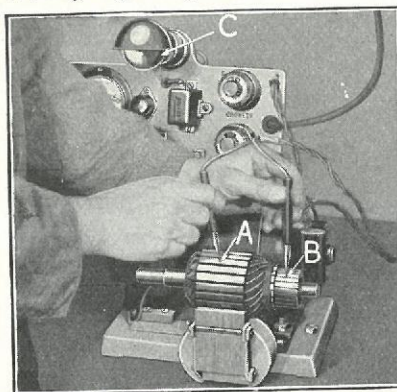

Fig. 476
- 934** Ved Prøven for Jordafledning anbringes Prøvekontakterne i Midten af Ankerlamellerne og Kommutatoren (Fig. 476-A). Hvis Prøvelampen »C« lyser, er der Jordafledning i Ankeret, og et nyt Anker indsættes. Hvis Prøvelampen derimod ikke lyser, er Ankeret ikke forbundet til Jord.